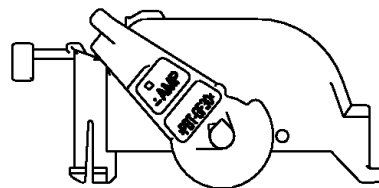

Fig. 16
注意 レバー位置に注意して下さい。弊社出荷時のレバー位置にて、取付け作業をして下さい。レバーアッセムブリの弊社出荷形態は Fig.16 を参照願います。
- (1) レバーがコネクタ本係止位置(弊社出荷形態)にある事を確認して下さい。(Fig. 16 参照)
- (2) ロック係止用穴に精密ドライバーを挿入・押込む事によって、レバーアッセンブリの引出側ロック先端部の係止を解除し、引出側ロック部側面を内側に倒し込み、引出側の係止全てを解除し、取り外して下さい。